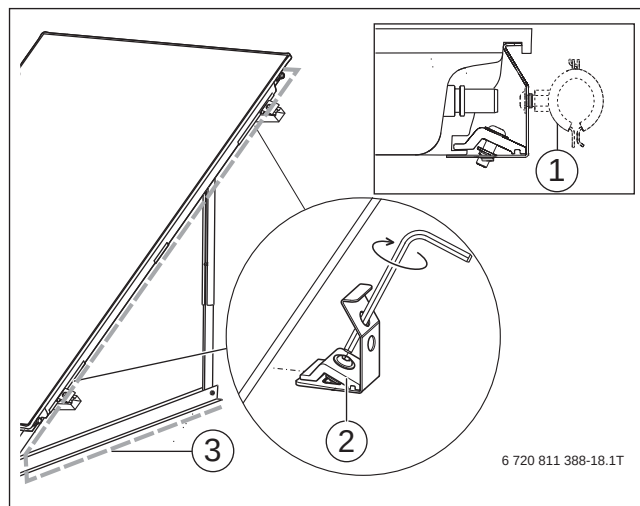

Bild 208 Leitungsführung Kollektorvorlauf
- Vorlaufleitung parallel zum Kollektor führen (→ Bild 208).